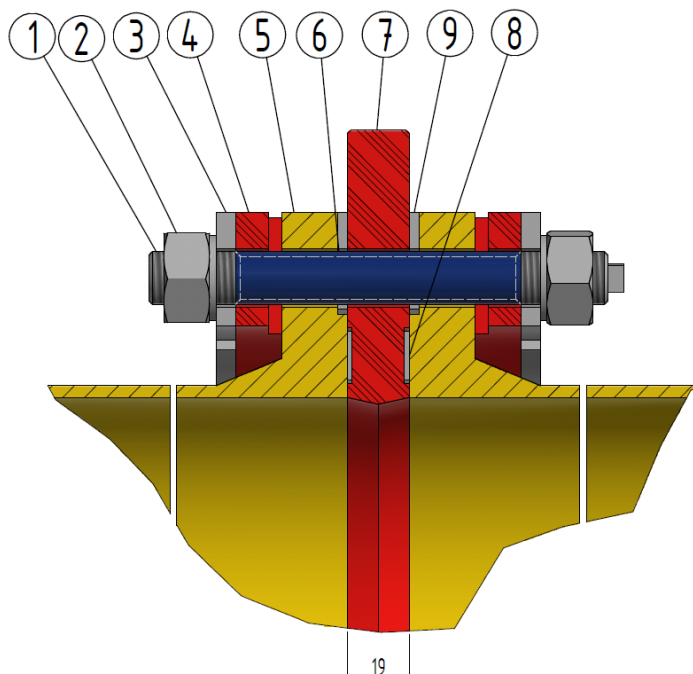

Abbildung 5
- Die Isolierringe werden, wie in der Abbildung 5 dargestellt zwischen Flansch und Druckring montiert.